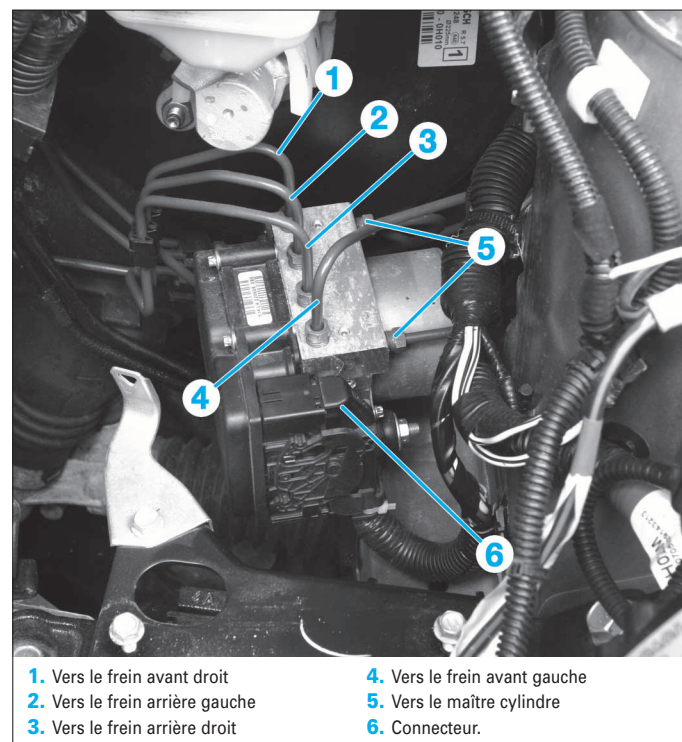

FIG. 18
- Débrancher le connecteur (6) du bloc hydraulique d'ABS (fig. 18).